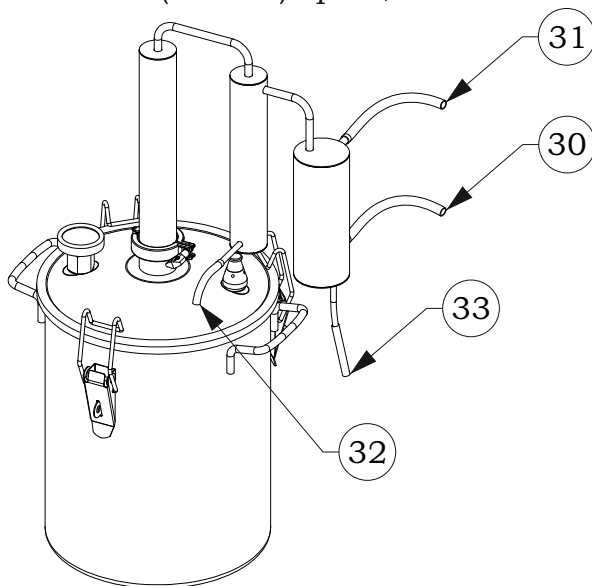

Рис. 2. Схема подключения шлангов к охладителю проточного типа с системой сухопарников
4. Присоединить все шланги как показано на схеме. См. рис. 2.